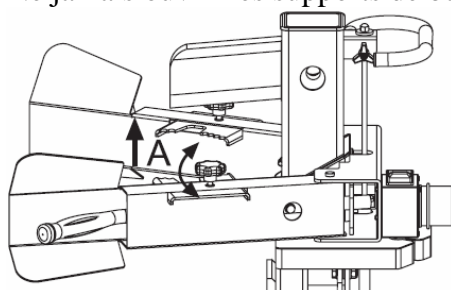

Fig.16 : b) Réglez les supports de bûche (A)
- b) Réglez les supports de bûche (A) selon le diamètre de la bûche jusqu'à obtenir une prise en mains confortable des leviers de contrôle (Fig.16).